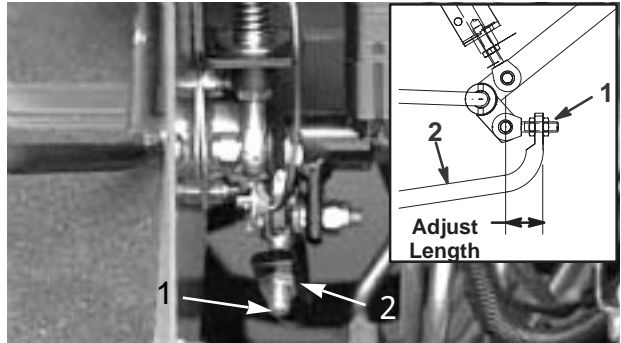

図 49
- 4 . 前への動きを止めたい場合は、ポンプ・ロッドの調整ナットを回してポンプ・コントロール・チューブ（図49）を前へ動かす。後への動きを止めたい場合は、後へ動かす。